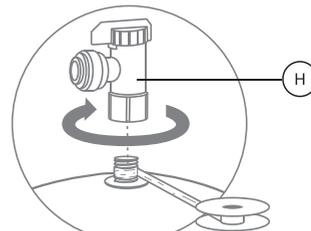

Рис. 23
4. Уплотните фум-лентой резьбовой штуцер накопительного бака, плотно накрутите вентиль (Н) на резьбовой штуцер (рис. 23). Данный вентиль с цанговым подключением трубки.